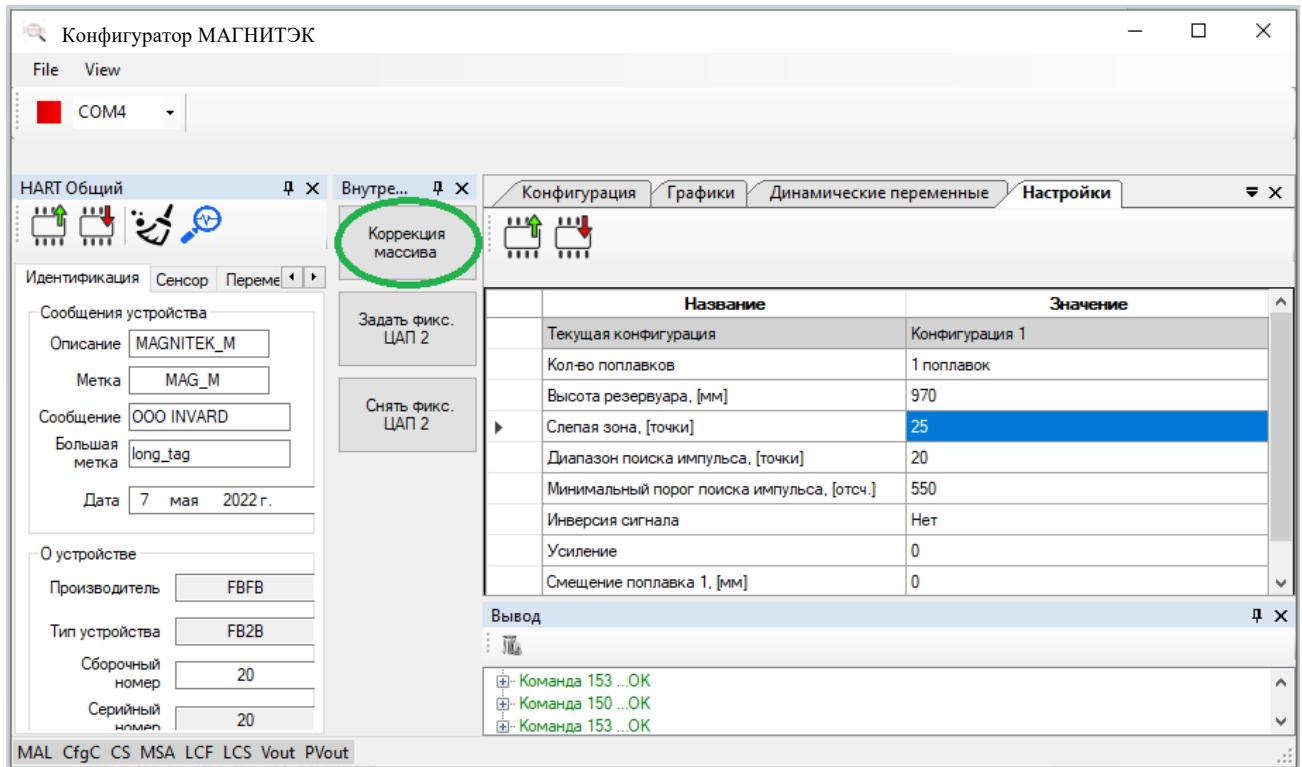

Рисунок 18 - Коррекция массива
- Выбрать вкладку «Коррекция массива» (рисунок 18);